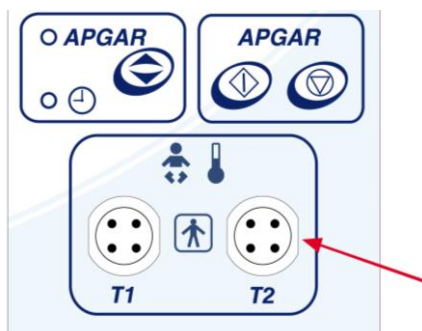

Figura 71 – Instalando o Sensor Auxiliar
- Conectar o plugue do sensor auxiliar no painel de controle, localizado na parte frontal da coluna superior do sistema de calor radiante, conforme figura 71.